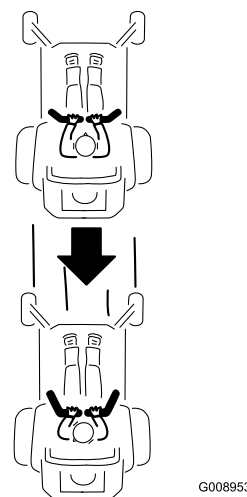

Figura 20
2. Para ir hacia atrás, mire hacia atrás y hacia abajo, y tire hacia atrás lentamente de las palancas de control de movimiento (Figura 20).
Para ir en línea recta, aplique la misma presión a ambas palancas de control de movimiento (Figura 20).